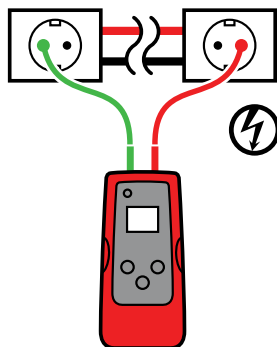

Figure 3.1a
2. Connectez le câble rouge au fil de ligne sous tension (sur le côté chargé du système). Le signal sera UNIQUEMENT transmis entre la prise à laquelle le transmetteur est raccordé et la source d'alimentation (voir Figure 3.1a). (voir la section 2.2 pour de plus amples explications).